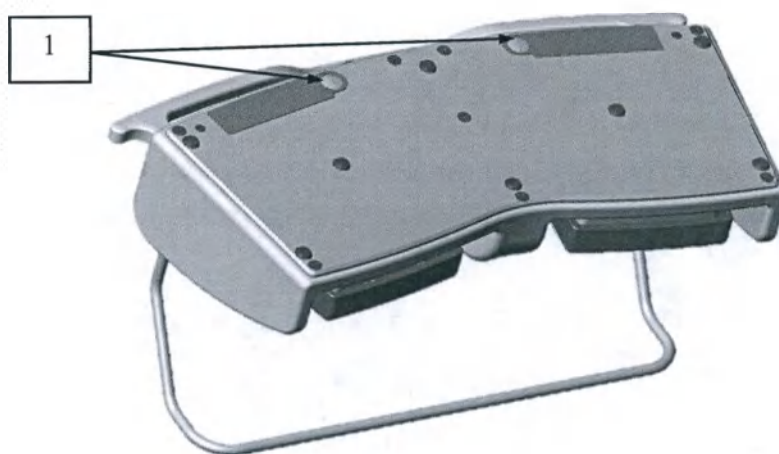

Рис. 15.2 – Педаль включения излучения – замена батареек
Переход лазерного аппарата из состояния Standby (Ожидание) в Ready (Готов), помимо управления в меню самого аппарата, также осуществляется нажатием центральной кнопки педали (3) (Рис.15.2).